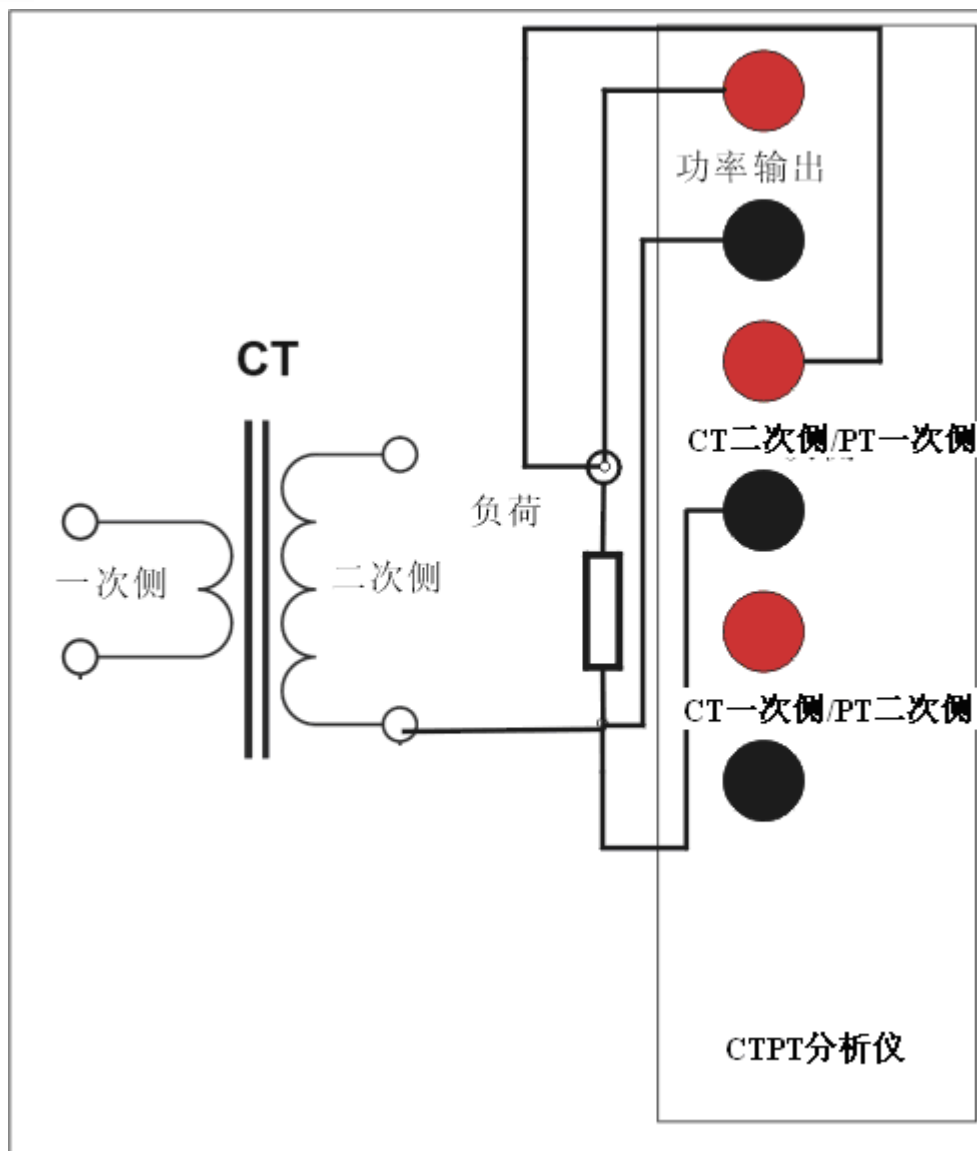

图 3.1 CT 二次负荷测量接线图
在进行 CT 二次负荷测量时请按照图 3.1 连接 CTPT 分析仪和被测 CT
- 2) 将按照图 3.1 所示，断开 CT 二次侧和二次回路的连接
- 3) 将 CTPT 分析仪功率输出和 CT 二次侧/PT 一次侧的黑色端子连接至二次负荷一侧，参见图 3.1